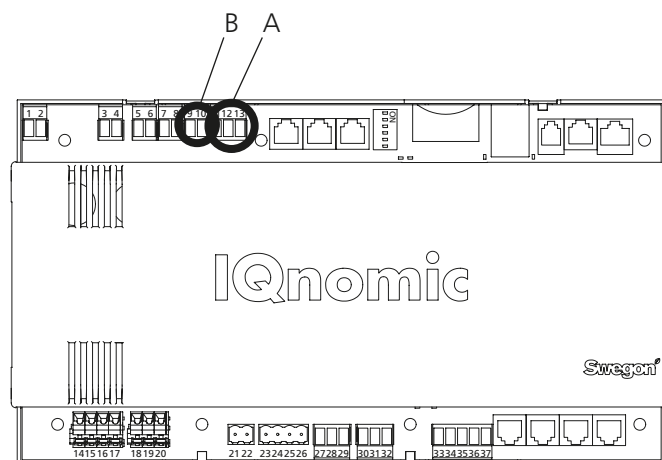

Fig. 6
Tilslut forsyningsspændingen 24 VAC til klemmerne Vin+ (24) og GND (23). Forsyningsspændingen kan hentes fra aggregatets styreenhed, se nedenfor og B i fig. 6.
Tilslut netværk fra kommunikationsenheden GOLDen GATE til styreenheden COMPACT (A i fig. 6). Brug et 3-lederkabel.